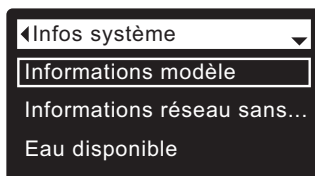

FIG. 62
3. Appuyez sur le sélecteur (O) pour afficher le menu des infos système (cf. Figure 62).
7. Après avoir pris connaissance des renseignements sur un écran, appuyez sur le sélecteur (O) : l'afficheur reviendra au menu des infos système (cf. Figure 62) (le retour sera automatique si vous n'enfonchez aucun bouton pendant quatre minutes).